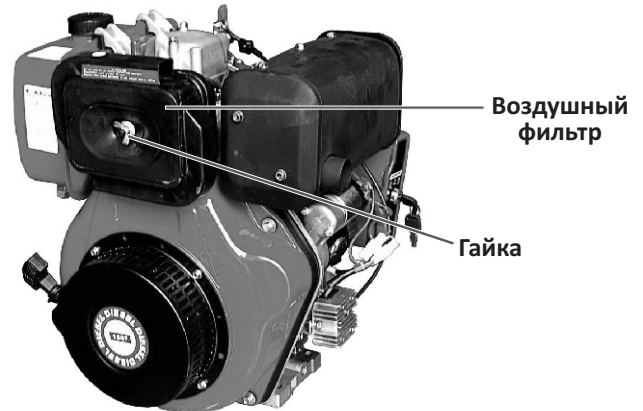

Рисунок 6 – Очистка воздушного фильтра
Двигатель не будет работать на полную мощность, если воздушный фильтр будет поврежден или забит мусором. Прочищайте фильтр каждые 25 часов или раз в год (Рис.6). Прочищайте чаще либо меняйте фильтр, если работа ведется в сильно запыленных условиях.
- Отвинтите гайку-барашек. (Рис.6)